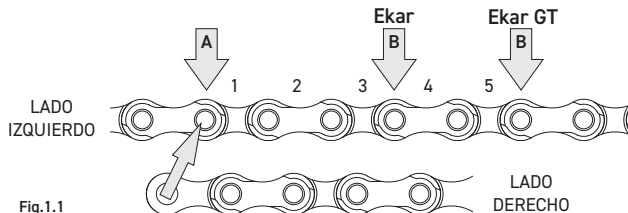

Fig.1.1
- para Ekar GT: añada otros 5 eslabones, 3 internos y 2 externos, para saber el pasador exacto en el que acortar la cadena (punto B Fig. 1.1).